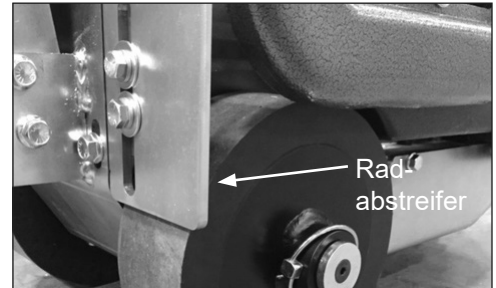

ABB. 12
1. Lösen Sie den Radabstreifer mit einem Schraubenschlüssel der Größe 9/16" (Abb. 12).
1. Lassen Sie die Flüssigkeit aus dem Behälter ab, indem Sie die Kappe des Einfüllstutzens an der Oberseite und auch den Ablassstopfen an der Seite der Maschine abnehmen (Abb. 12). Ein 8 Liter fassender Behälter wird benötigt, um die abgelassene Flüssigkeit aufzufangen.